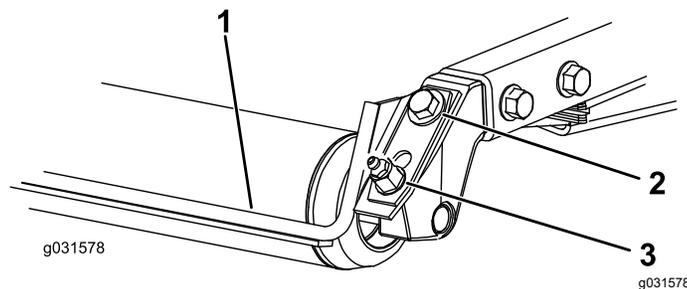

図 9
1. グリスフィッティングと取り付けねじをゆるめる (図 9)。